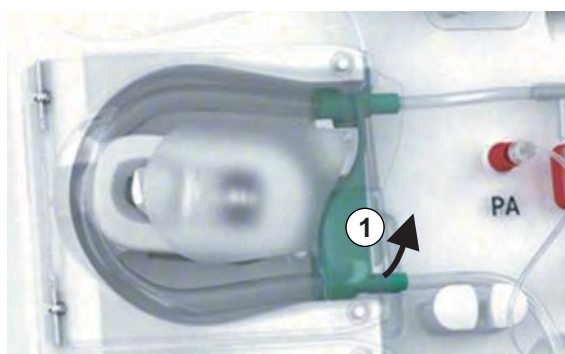

Bild 7-1 Utmatning av blodslang
5. Dra ut den undre delen av multikontakten något (Bild 7-1, ①) från blodpumpsbasen (pilens riktning) medan blodpumpshöljet hålls stängt.